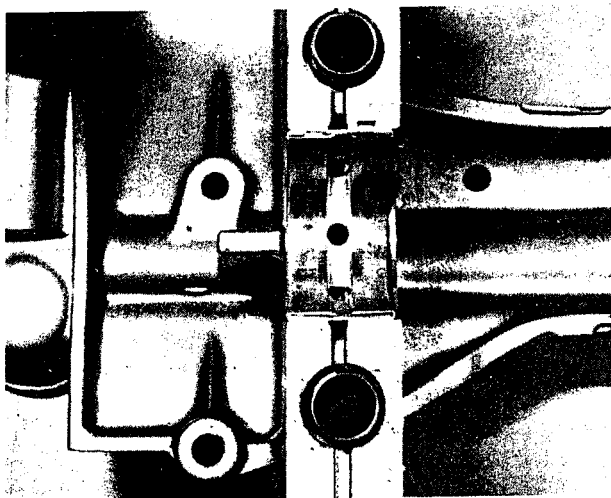
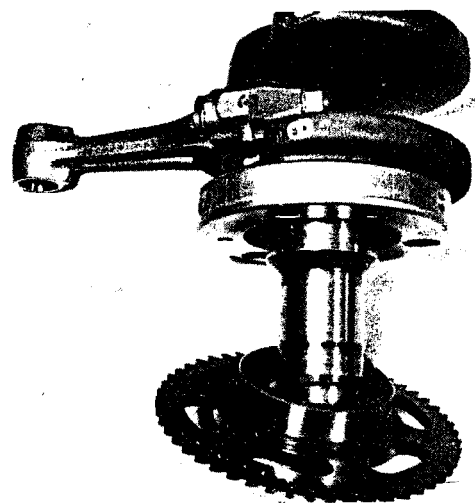

Bild 87
Bild 88
- Den richtigen Sitz der Hauptlagerschalen prüfen und die Schalen mit Motorenöl schmieren (Bild 87). Die Steuerkette über das Kurbelwellenritzel legen; es handelt sich um das kleinere der beiden Ritzel. Falls das Zahnrad des Anlasserfreilaufs ausgebaut wurde, muss es jetzt wieder eingebaut werden. Bei festgehaltener Kurbelwelle das Zahnrad beim Einführen im Uhrzeigersinn drehen, so dass die Klemmrollen gespreizt werden (Bild 88).